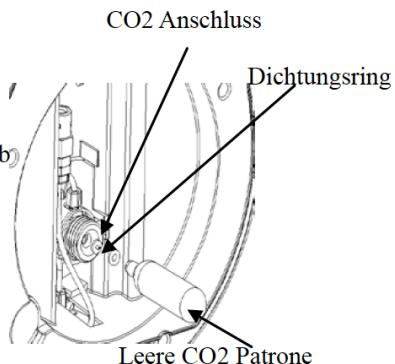

Abbildung 32
2. Installieren Sie den neuen CO2-Anschluss in den Regler (legen Sie das scharfe Ende nach außen), und installieren Sie die Dichtscheibe (Siehe Abbildung 32). Entfernen Sie keine anderen Teile des Reglers während des Austauschprozesses